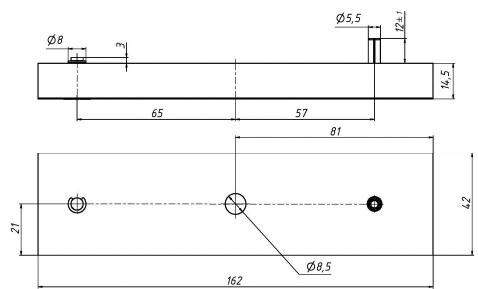

Рисунок 9 - Якорь
5.3 Якорь замка устанавливается на двери напротив корпуса и закрепляется с помощью комплекта крепления якоря. Для варианта замка AL-350FB-M-01 в двери подготавливаются монтажные отверстия для штифта (Ø6 мм) и винта крепления (Ø10 мм) в соответствии с габаритным чертежом якоря (рисунок 9).